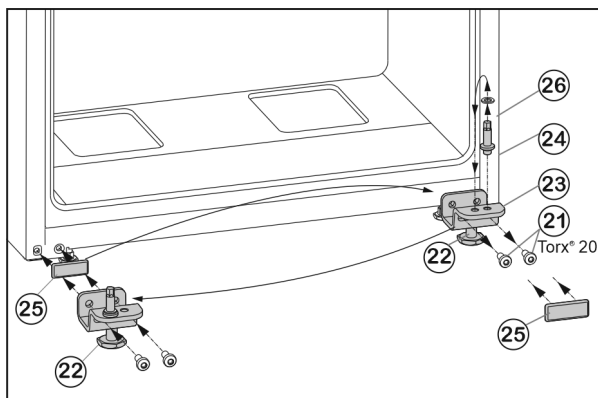

Fig. 7
- ▶ Открутите крепежные винты Fig. 7 (21).
- ▶ Снимите нижний опорный кронштейн Fig. 7 (23) вместе с опорным пальцем Fig. 7 (24), шайбой Fig. 7 (26) и регулируемой опорой Fig. 7 (22).
- ▶ Открутите опорный палец Fig. 7 (24) вместе с шайбой Fig. 7 (26) и, переставив в отверстие на противоположной стороне опорного кронштейна, снова прикрутите.
- ▶ Аккуратно снимите защитную пластину Fig. 7 (25) и переставьте ее на противоположную сторону.
- ▶ Прикрутите нижний опорный кронштейн Fig. 7 (23) вместе с опорным пальцем Fig. 7 (24), шайбой Fig. 7 (26) и регулируемой опорой Fig. 7 (22) с другой стороны шарнира **(с моментом 4 Нм)**, при необходимости используйте аккумуляторный шуруповерт.
- ▶ Установите нижнюю дверцу сверху на опорный палец Fig. 7 (24).
- ▶ Выверните регулируемую опору Fig. 7 (22) на нижнем опорном кронштейне Fig. 7 (23) до ее соприкосновения с полом.